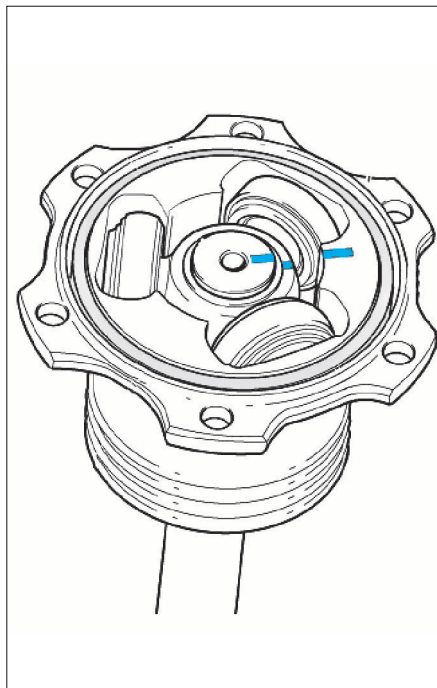

FIG. 13
- Effectuer un repère entre le bol du tripode et l'arbre de la transmission (Fig.13).